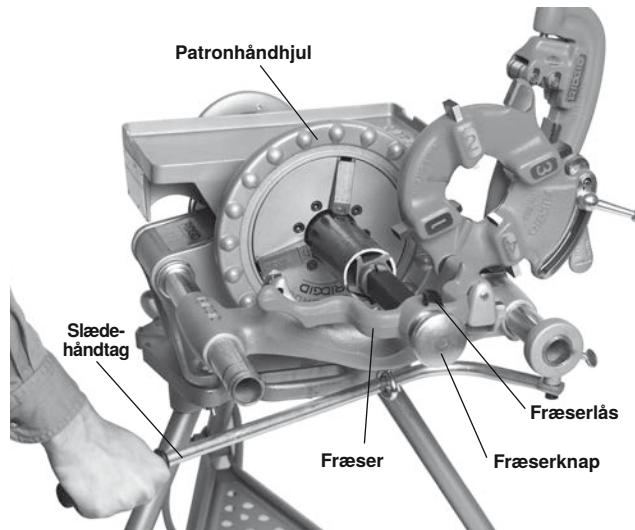

Figur 21 – Skæring med rørskærer nr. 360
- Tag fat i rørskærerens indføringshåndtag med begge hænder (Figur 21).